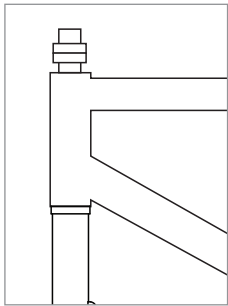

図3
6. ステアチューブにスペーサーを1個以上付けます(図3)。